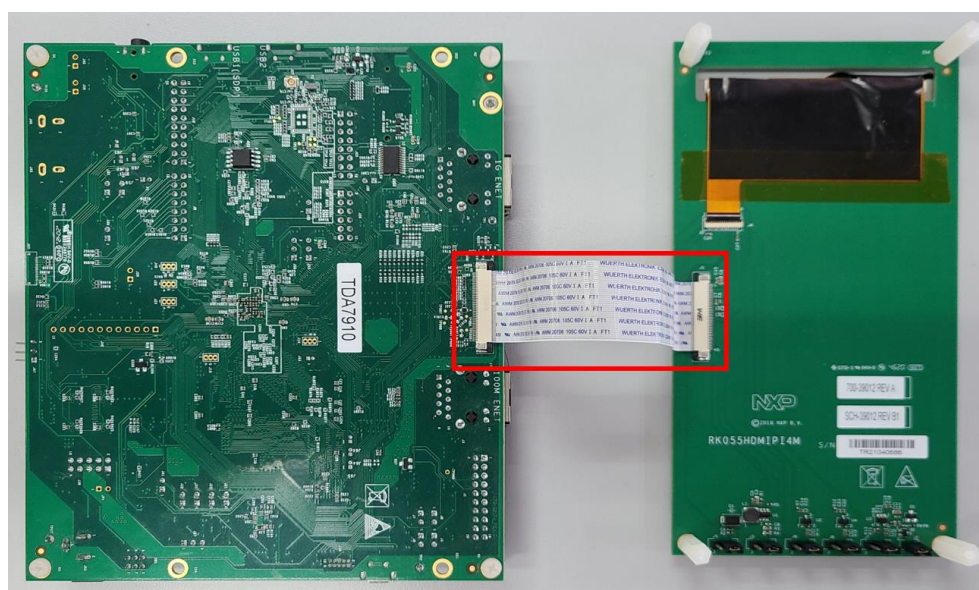
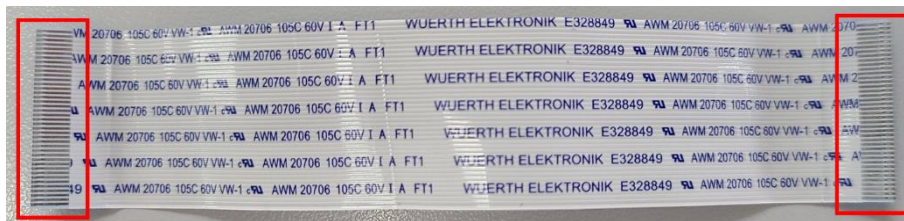

图 4.5 LCD 屏幕硬件连接
图 4.6 FPC 排线朝向
- (1) 连接屏幕，如图 4.5 所示连接 i.MX RT1170 EVK 与 LCD 屏幕，连接的 FPC 排线两端金属触点朝上连接如图 4.6 所示。